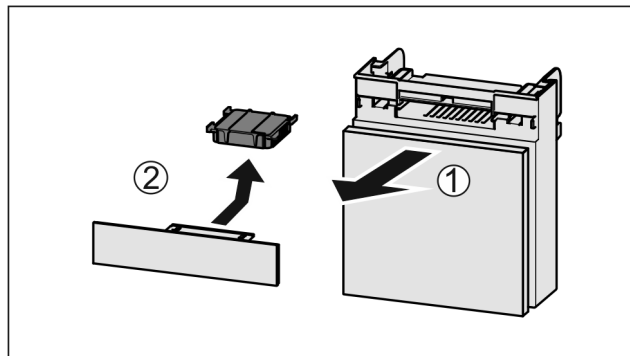

Fig. 272
- Predal izvlecite Fig. 272 (1) naprej.
- Odstranite Fig. 272 (2) aktivni ogljeni filter.